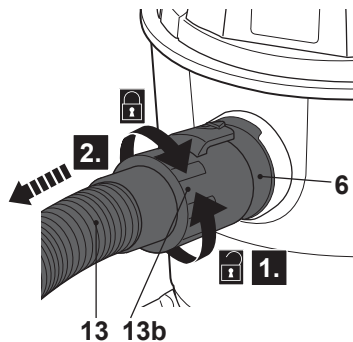

Fig. 11
- > Rode o conector da mangueira (13b) no sentido contrário ao dos ponteiros do relógio a partir da entrada de ar (6) para desconectar a mangueira (13) após a utilização (Fig. 11).